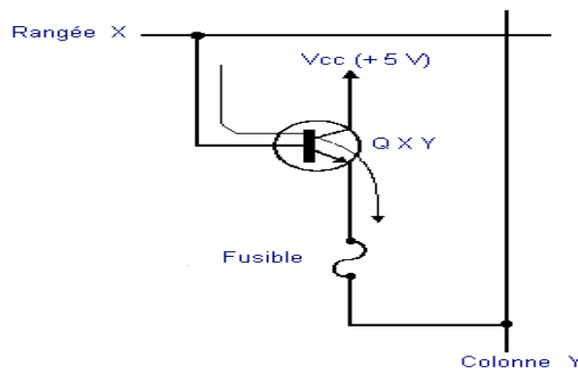

Fig.1.9 Cellule d'une mémoire PROM bipolaire
**La PROM** Il s'agit d'une ROM que l'utilisateur peut programmer une seule fois. La programmation se fait avec un programmeur spécial, comme montré sur la figure 1.9.